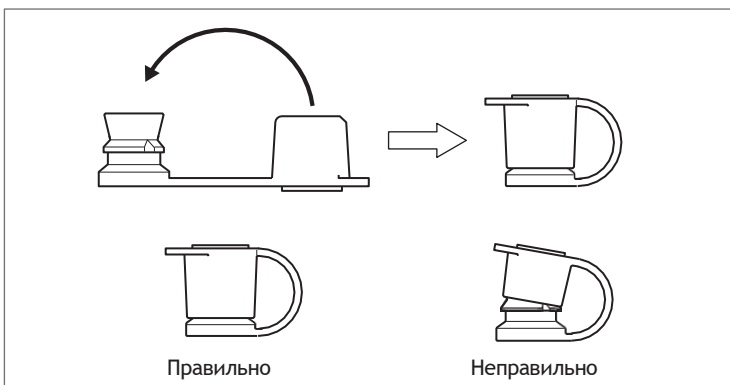

Рис. 4.25
2. Закройте колпачок клапана входного отверстия, как показано на Рис. 4.25.